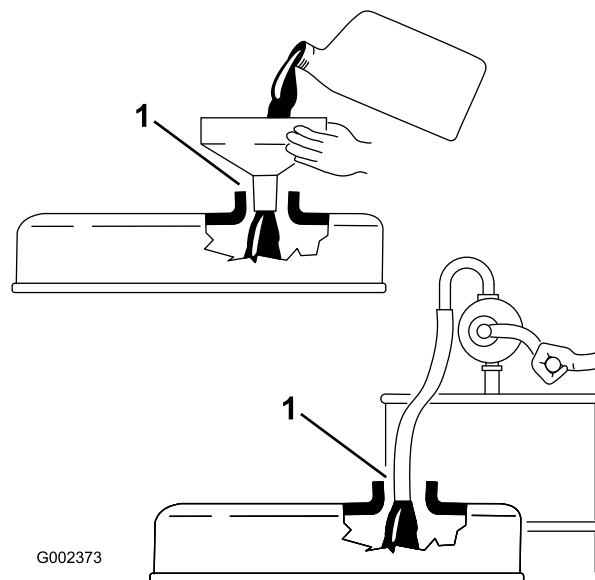

Figure 44
3. Si le niveau d'huile est trop bas, enlevez le bouchon de remplissage (Figure 44) et faites l'appoint pour amener le niveau au repère maximum sur la jauge.
Important: Lorsque vous faites l'appoint ou le plein d'huile moteur, maintenez un espace entre le dispositif de remplissage et l'orifice de remplissage d'huile dans le couvre-culasse, comme montré à la Figure 44. Cet espace est nécessaire pour